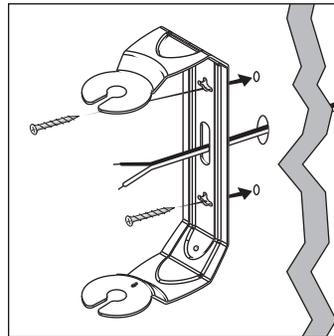

FIGURA 12: Fare passare il cavo dalla parete attraverso il foro della staffa per eseguire facilmente il fissaggio.
9. Se si intende far passare il cavo del diffusore attraverso un foro praticato nella parete dietro la staffa, tirarlo attraverso il foro della staffa prima di fissare quest'ultima [Figura 12].